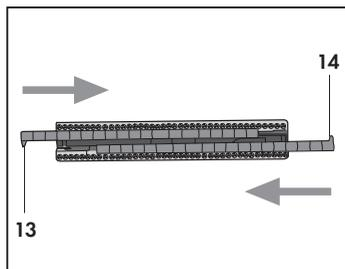

Abb. 16
- Einsatz mit steifen Leisten (12) um Teppiche und Teppichböden zu reinigen.
**(Abb. 16)**
Um die steifen Leisten (12) für Teppichböden und Teppiche auf den Borsteneinsatz zu montieren, diese mit nach innen gerichteten Lämpchen (13 und 14) in die dazu bestimmten Führungen schieben (**Abb. 16**).